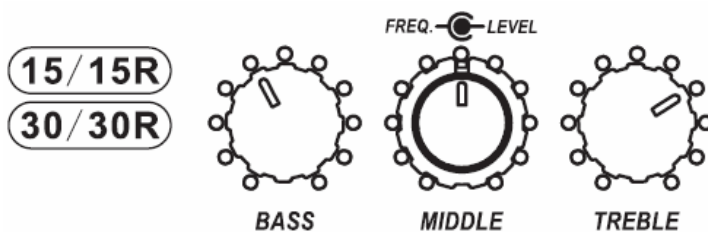

Рис. 10
5) Попробуйте изменить настройки эквалайзера. Начните с настройки, показанной на иллюстрации. При регулировке тембра вам также придётся изменять и уровень громкости. Убавьте уровень низких частот (регулятор BASS), чтобы звучание было более отчётливым (рис. 10 и 11).